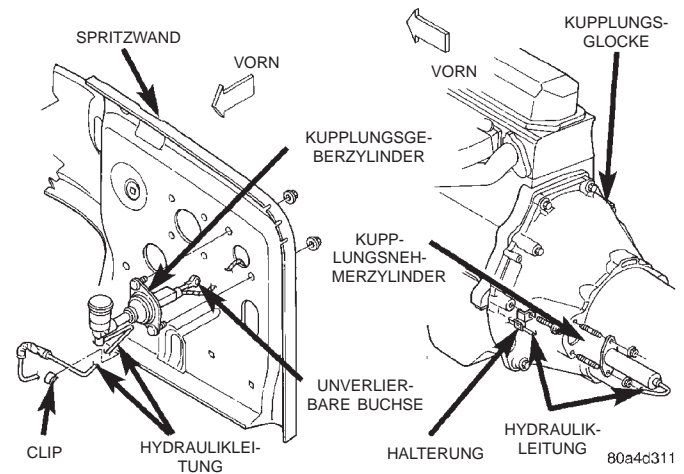
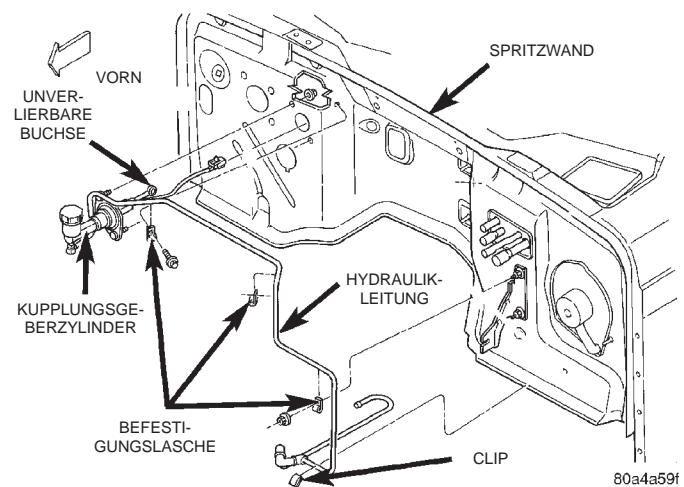

Abb. 8 Kupplungsnehmerzylinder und Kupplungsgeberzylinder (Linkslenkerfahrzeuge)
Abb. 9 Kupplungsgeberzylinder (Rechtslenkerfahrzeuge)
- (1) Das Fahrzeug anheben.
- (2) Die Befestigungsmuttern lösen, mit denen der Nehmerzylinder an der Kupplungsglocke befestigt ist.
- (3) Den Nehmerzylinder von der Kupplungsglocke abbauen (Abb. 8).
- (4) Die Hydraulikleitung aus den Halteclips an der Karosserie aushängen.
- (5) Das Fahrzeug absenken.
- (6) Sicherstellen, daß der Deckel auf dem Vorratsbehälter des Kupplungsgeberzylinders fest verschlossen ist, damit während des Ausbaus keine Flüssigkeit verschüttet wird.
- (7) Die Befestigungsmuttern des Kupplungsgeberzylinders lösen (Abb. 8) oder (Abb. 9).
- (8) Die unverlierbare Buchse auf der Druckstange des Kupplungsgeberzylinders vom Drehzapfen des Kupplungspedals lösen.
- (9) Die Druckstange vom Pedal abbauen.
- (10) Das Kabel vom Schalter/Kupplungspedalstellung abziehen.
- (11) Die hydraulische Betätigungseinrichtung vom Motorraum her ausbauen.
- (1) Sicherstellen, daß der Deckel auf dem Vorratsbehälter des Kupplungsgeberzylinders fest verschlossen ist, damit keine Flüssigkeit verschüttet wird.
- (2) Die hydraulische Betätigungseinrichtung in das Fahrzeug einsetzen. Dazu den Nehmerzylinder und die Hydraulikleitung nach unten am Motor vorbei und neben die Kupplungsglocke schieben (Abb. 8) oder (Abb. 9).
- (3) Den Kupplungsgeberzylinder an der Spritzwand ansetzen (Abb. 8) oder (Abb. 9).
- (4) Die Druckstange des Geberzylinders am Drehzapfen des Kupplungspedals befestigen.
- (5) Die Befestigungsmuttern des Geberzylinders ansetzen und mit einem Anzugsmoment von 38 N·m (28 ft. lbs.) festziehen.